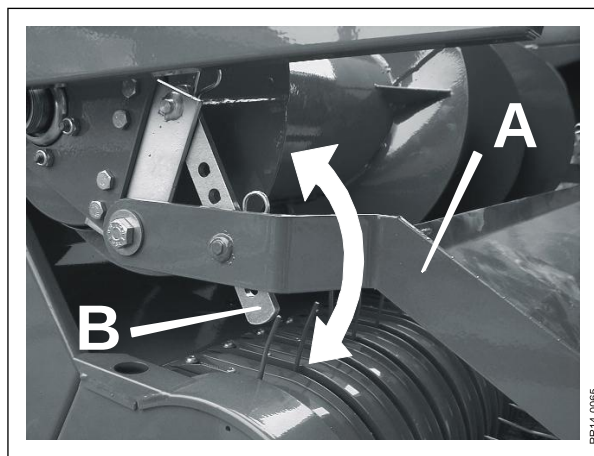

Fig. 4-2
**Fig. 4-2** Alt efter størrelsen og formen af afgrødestrengen kan afstanden fra indførspladen **A** til pick-up fingrene indstilles ved hjælp af hulrækken i justeringspladerne **B**. Her gælder, des større og kraftigere streng, des større afstand mellem indførsplade og pick-up fingre er ønskelig.